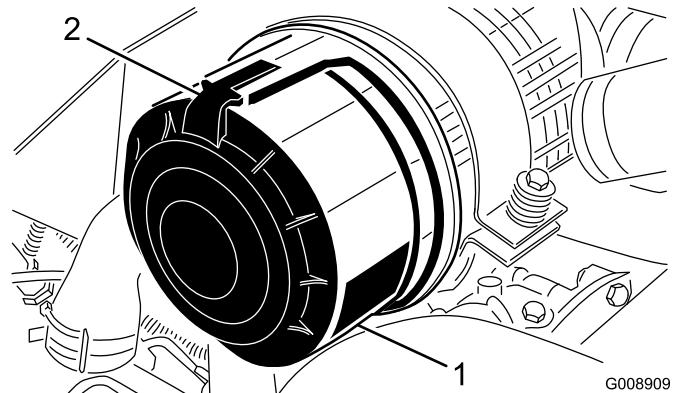

図 59
1. エア・クリーナのカバーをボディに固定しているラッチを外す(図 59)。